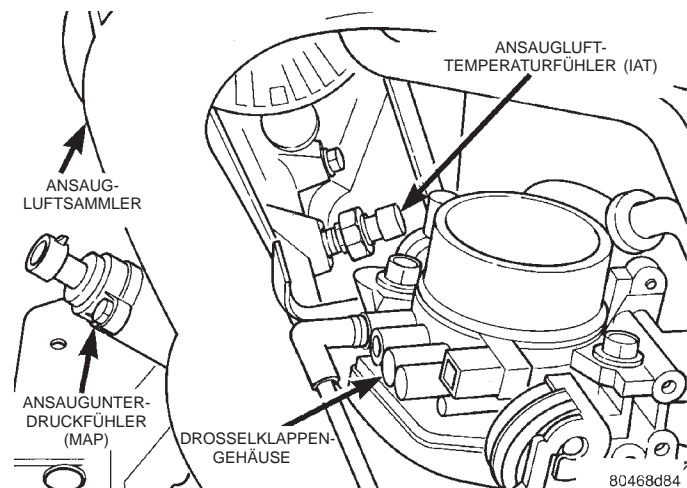
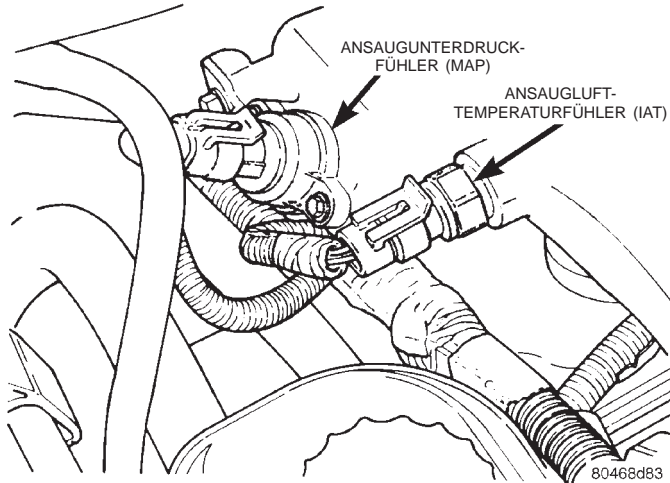

Abb. 51 Ansaugluft-Temperaturfühler (IAT) und Ansaugunterdruckfühler (MAP) — 2.4L-Motor
Abb. 52 Ansaugluft-Temperaturfühler (IAT) und Ansaugunterdruckfühler (MAP) — 2.5L-Motor
Der IAT-Fühler ist in den Ansaugluftsammler eingeschraubt (Abb. 51) oder (Abb. 52).
Der MAP-Fühler ist am Ansaugluftsammler angebracht (Abb. 51)
- (1) Befestigungsschrauben des MAP-Fühlers lösen (Abb. 52).
- (2) Steckverbinder vom MAP-Fühler abziehen und MAP-Fühler abnehmen.